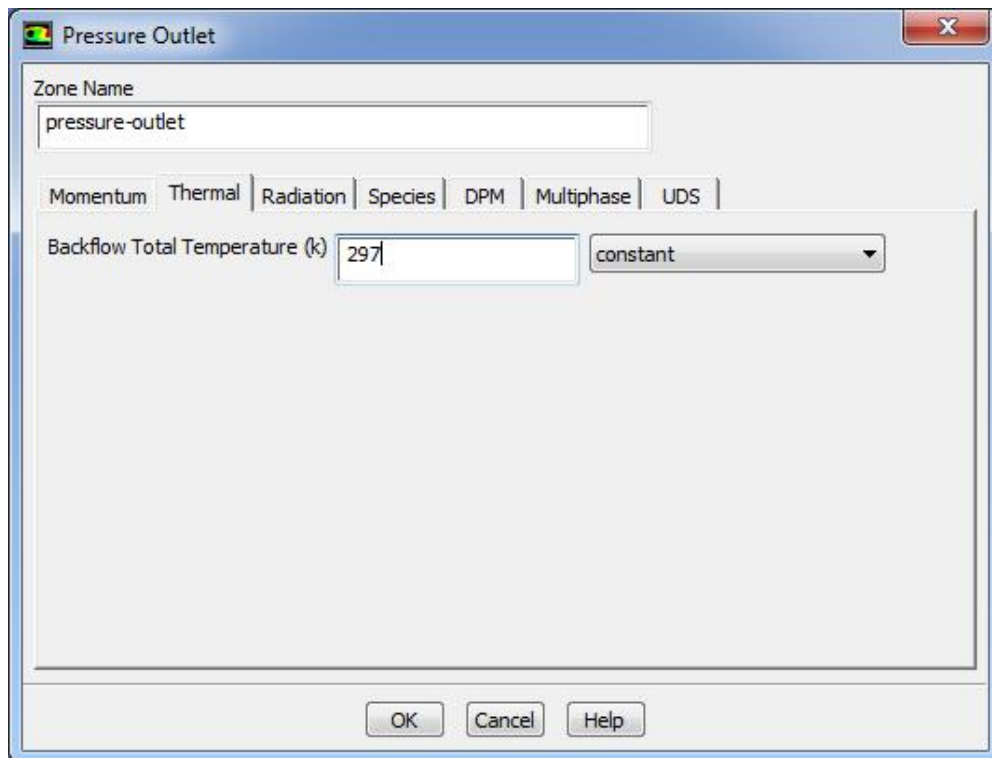

Рисунок 1.18 – Меню настройки температуры на выходе *pressure\_outlet*
- д) Затем в строке *Back flow Total Temperature* вводится значение температуры *297K* (рисунок 1.18).